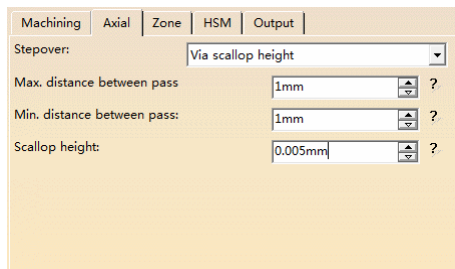

图 3-69 “Axial”选项卡（3）
- 在“Axial”选项卡（3）的“Stepover”下拉列表中选择“Via scallop height”，在“Scallop height”文本框中输入“0.005mm”，如图 3-69 所示。